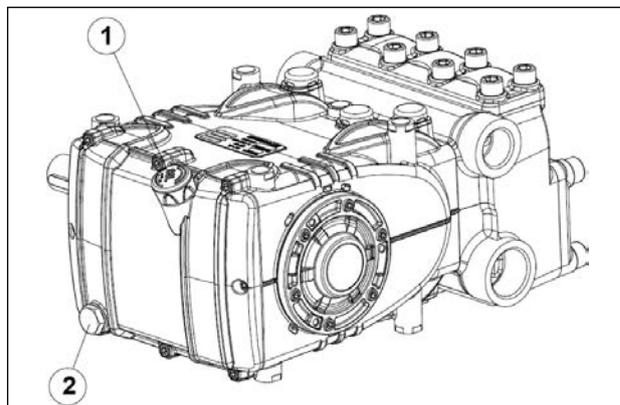

图3
从图3的位置①处的液面杆进行查看。
液面杆和图3的位置②处的塞子来进行。